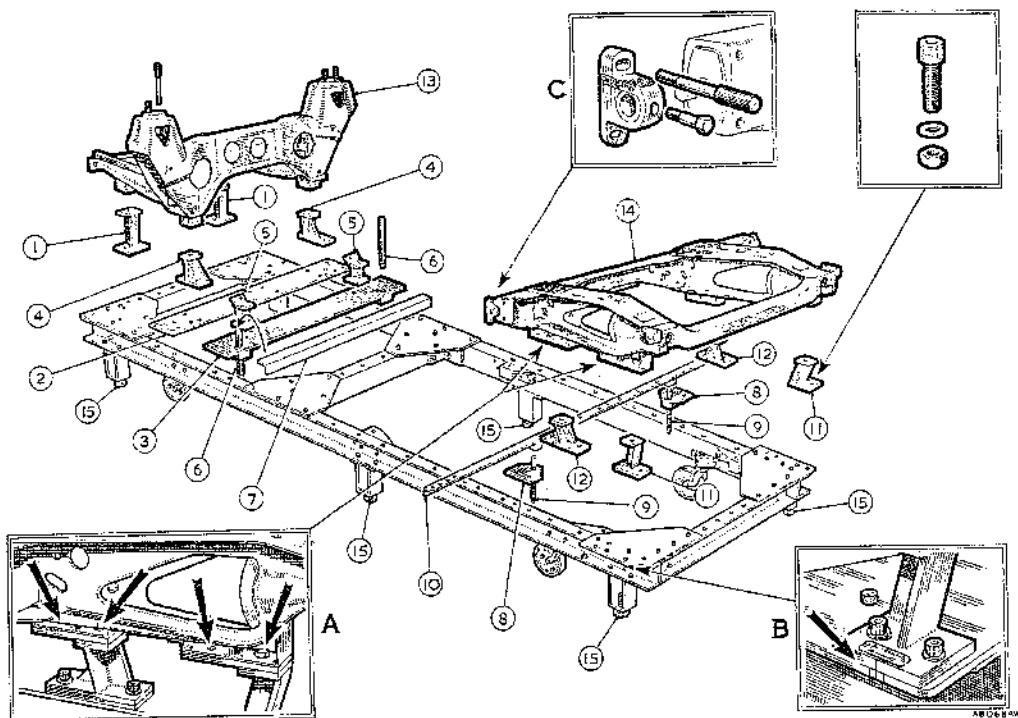

Fig. R.4
Los números de componentes mencionados en esta subsección, se refieren a la Fig.R.4.
Apretar los tornillos de fijación de pedestal y verificar las posiciones relativas de las líneas marcadas en el borde exterior de cada pedestal trasero y las líneas marcadas en cada borde exterior de las chapas de esquina de detrás de la plantilla (10). La posición ideal es cuando las líneas de los pedestales coinciden con las líneas centrales de las chapas de esquina (véase recuadro (B), Fig. R.4). Las líneas marcadas en cada lado de cada línea central muestran los máximos límites de ajuste permisibles, y el huelgo correcto entre el soporte de verificación y la carrocería debe ser obtenido con el ajuste hecho dentro de estos límites.